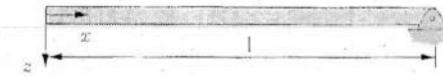

Abbildung 7.1: Balkensystem
7.3) Geben Sie die Gleichungen an, die durch den nachfolgenden MAPLE-Code für das mechanische System eines Balkens der Länge l beschrieben werden. Die positive Zahl q_0 ist in MAPLE bereits definiert. Die x -Achse ist die Balkenmittellachse. Gehen Sie davon aus, dass der Balken statisch bestimmt gelagert ist. Ergänzen Sie in der Abb. 7.1 die Lagerung und die Belastung.